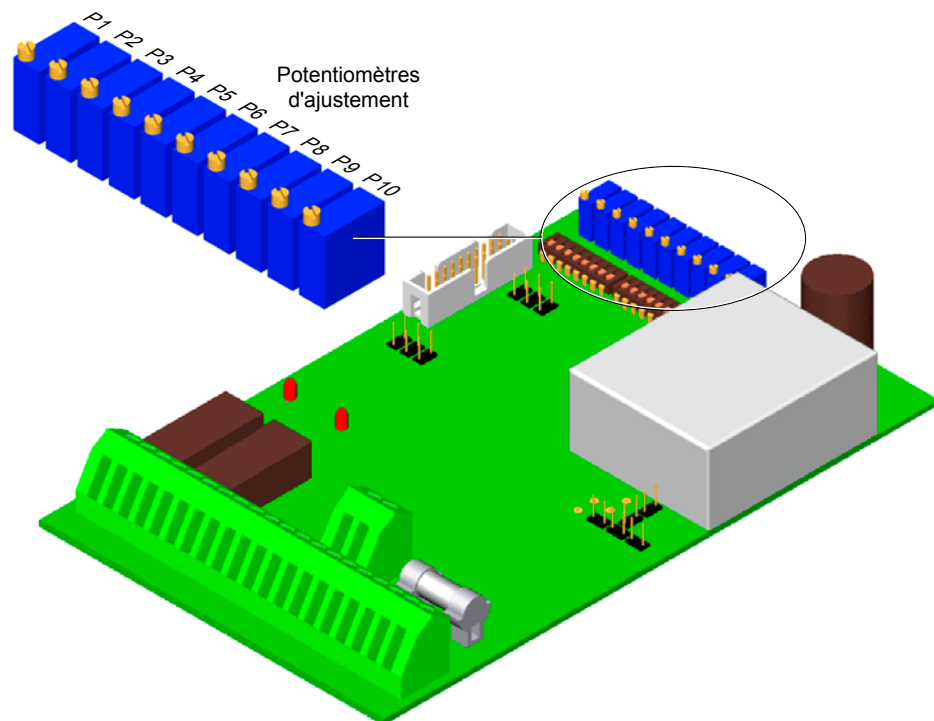

Figure 3-1 Emplacement des potentiomètres
2. Ajuster les potentiomètres P6, puis P7, pour obtenir $0\text{ V} \pm 10\text{ mV}$ sur le millivoltmètre. La *figure 3-1* montre où se trouvent les potentiomètres P1 à P10.
2. Ajuster le potentiomètre P8 pour obtenir la valeur initiale avec une précision de $\pm 50 \mu\text{A}$, par exemple $4 \text{ mA} \pm 50 \mu\text{A}$, sur le milliampèremètre. La *figure 3-1* montre où se trouve le potentiomètre P8.
4. Ajuster le potentiomètre P4 pour obtenir $U_{O/P \text{ connue}}$ avec une précision de $\pm 10 \text{ mV}$. La *figure 3-1* montre où se trouve le potentiomètre P4.
4. Ajuster le potentiomètre P10 pour obtenir $I_{O/P \text{ connu}}$ avec une précision de $\pm 50 \mu\text{A}$. La *figure 3-1* montre où se trouve le potentiomètre P10.
2. Ajuster le potentiomètre P9 pour obtenir $U_{O/P \text{ level1}}$ avec une précision de $\pm 20 \text{ mV}$. La *figure 3-1* montre où se situent les potentiomètres P1 à P10.
2. Ajuster le potentiomètre P9 pour obtenir $U_{O/P\ level2}$ avec une précision de ± 20 mV. La *figure 3-1* montre où se situent les potentiomètres P1 à P10.
2. Ajuster le potentiomètre P9 pour obtenir $U_{O/P level3}$ avec une précision de ± 20 mV. La *figure 3-1* montre où se situent les potentiomètres P1 à P10.